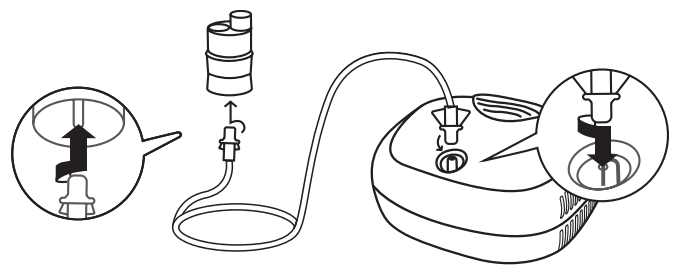

Abbildung 4
5. Nachdem der Luftkompressor 1-2 Minuten lang ordnungsgemäß läuft, schalten Sie ihn aus und verbinden Sie den Auslass des Luftkompressors über den Luftschlauch mit dem Einlass des Inhaliergeräts. (siehe Abbildung 4).